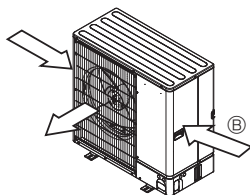

Fig. 2-6
- ③ Se possibile, posizionare l'unità in modo che la bocca di uscita soffi perpendicolarmente alla direzione del vento stagionale. (Fig. 2-6)
- ④ Guida per la bocca di uscita dell'aria
⑤ Direzione del vento